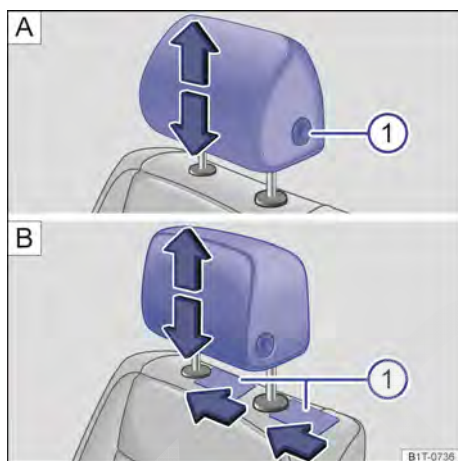

Fig. 111 Remover o apoio para cabeça dianteiro: em veículos sem **A** e com **B** apoios para cabeça ajustáveis na longitudinal.
- Retirar o apoio para cabeça com o botão → Fig. 111 **A** ① totalmente pressionado.
- Empurrar o apoio para cabeça para baixo com o botão → Fig. 111 **A** ① totalmente pressionado.
- Empurrar um objeto plano, por exemplo, um cartão de plástico, respectivamente nos dois lados entre o revestimento do encosto do banco e a capa de cobertura da barra guia do apoio para cabeça e, ao mesmo tempo, com uma leve pressão, destravar as barras retentoras → Fig. 111 **B** ①.